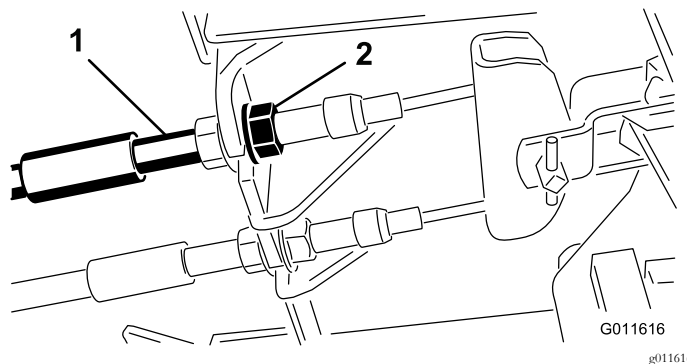

图47
1. 要缩短刹车踏板的自由行程可以通过松开刹车拉线螺纹端的前螺母紧固刹车图47。